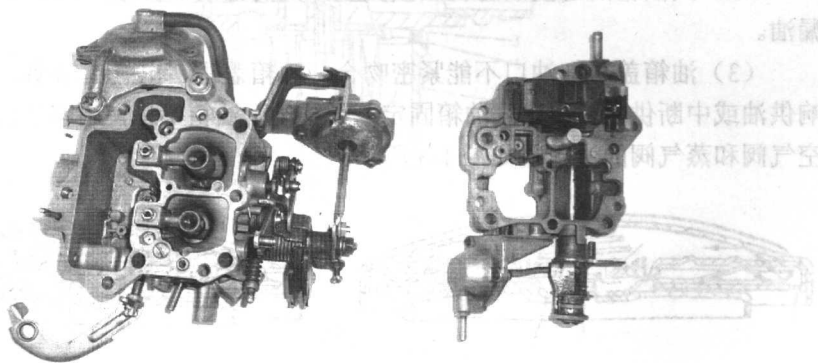

图 1-1 化油器
- (1) 桑塔纳轿车（化油器型号：HEIHIN）1 辆，手动真空泵 1 台，如图 1-1 所示。